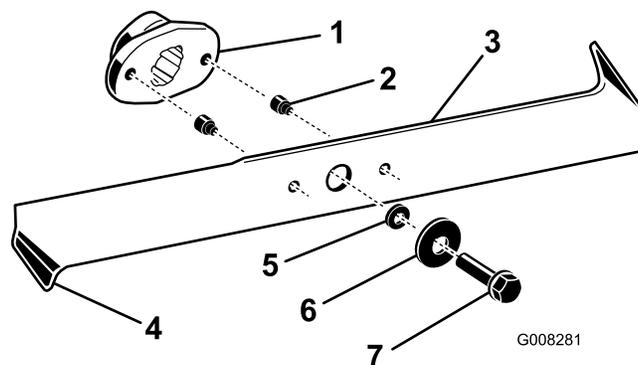

Figure 38
2. Examinez le tranchant des lames (Figure 38). Si elles ne sont pas tranchantes ou si elles présentent des indentations, déposez et affûtez les lames (voir Aiguisage des lames).
3. Inspectez les lames, surtout les bords recourbés (Figure 38). Si vous remarquez que les lames sont
4. Si les goupilles de cisaillement sont cassées, remplacez-les immédiatement (Figure 38).
3. Enlevez les boulons, les rondelles et les lames (Figure 38). Pour enlever le boulon, bloquez éventuellement la lame en introduisant une cale en bois entre la lame et le carter de tondeuse.
1. Montez les lames, les rondelles et les boulons de fixation (Figure 38).